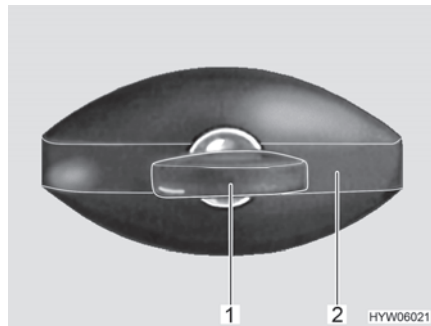

Fig. 36 Cerradura de la trampilla (de forma elíptica, cerrada)
- Introducir la llave en el cilindro de cierre (Fig. 36,1) y girarla un cuarto de vuelta en sentido contrario a las agujas del reloj. El asidero de la cerradura (Fig. 36,2) se abre de golpe.